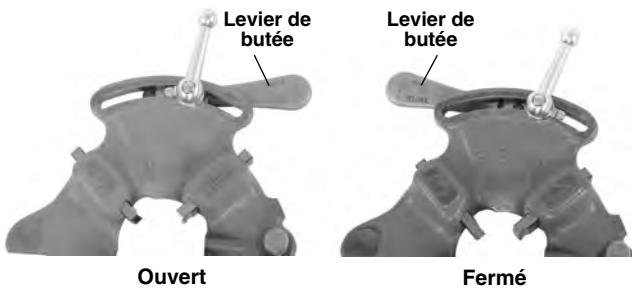

Figure 4 – Levier ouvert et fermé
2. Ouvrez le levier de butée (Figure 4).